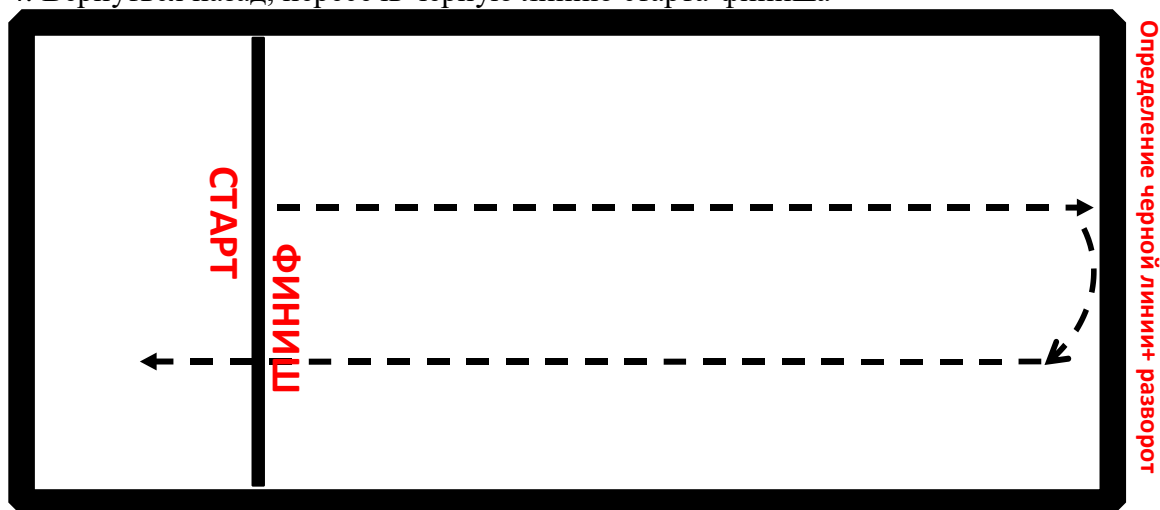

Рисунок 1. Схема поля.
1. От центра линии старта доехать до противоположной черной линии (см. рис. 1).